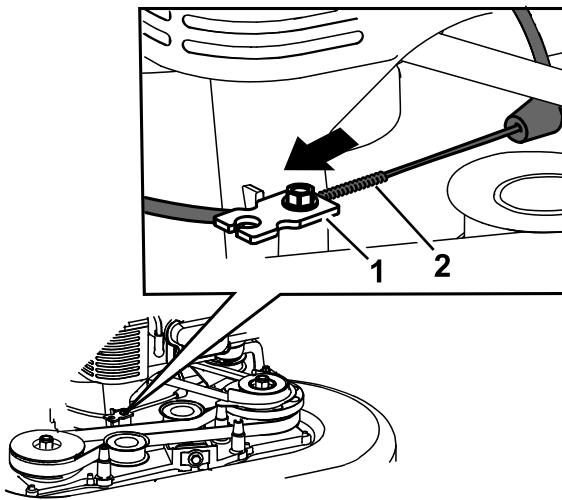

Figura 44
6. Tirate la guaina del cavo per eliminare l'allentamento (Figura 44).